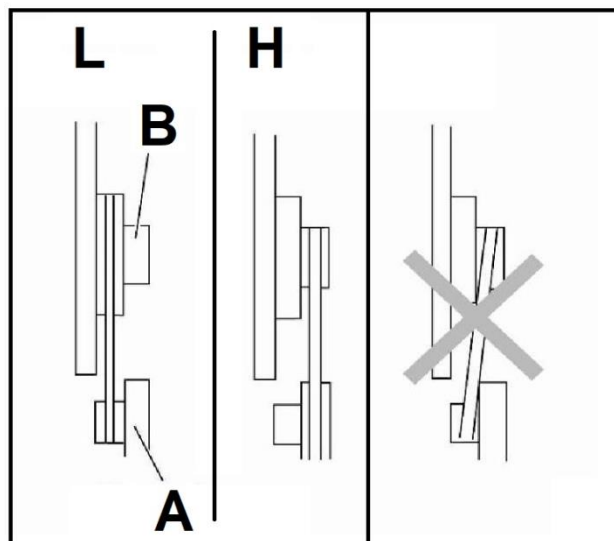

Рисунок 20
- Установите приводной ремень в нужную канавку шкива (нижний шкив пильной ленты В, Рис. 20) и соответствующую канавку шкива двигателя (А, Рис. 20).